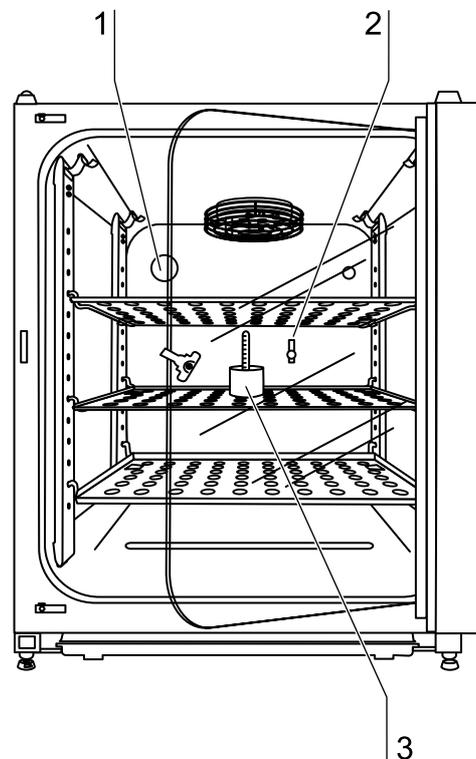

Abb. 22
3. **Abb. 22:** Messsonde des IR-Handmessgerätes durch die Messöffnung [1] in den Nutzraum führen. Abwarten, bis am Messgerät ein konstanter CO₂-Wert ablesbar ist.